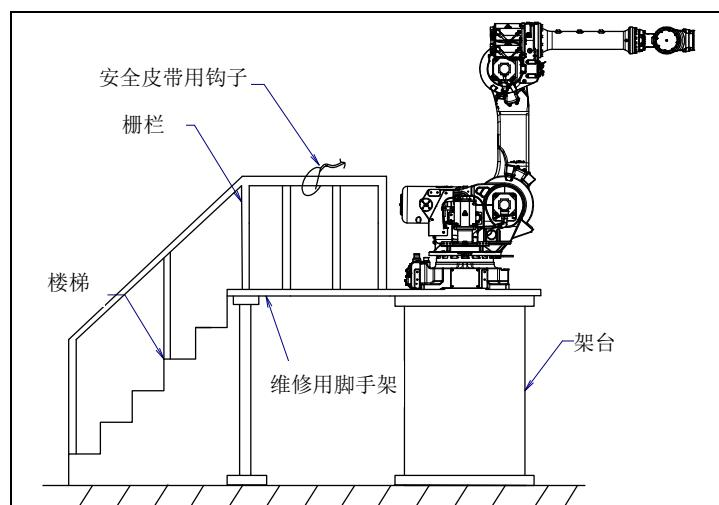

图 3.2 (a) 维修用脚手架
- 准备架台的时候，请参考图 3.2，特别注意在安装或维修作业时的高处作业的安全。应考虑脚手架和安全皮带安装位置的確保等。